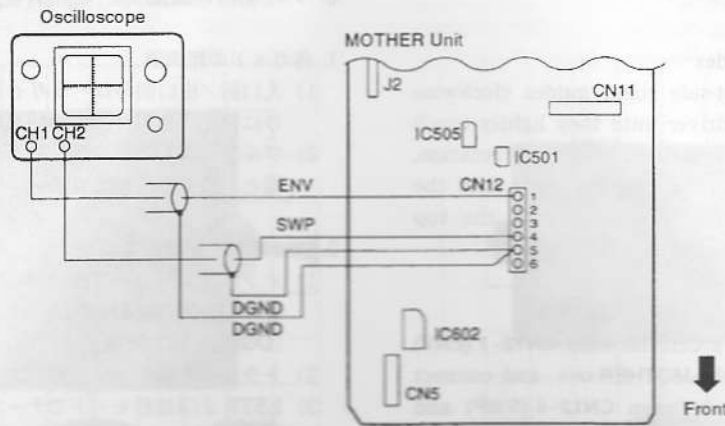

Fig. 4-4
1. Connect the oscilloscope's CH1 between CN12-1 (ENV) and CN12-5 (DGND) on the MOTHER unit, and connect the oscilloscope's CH2 between CN12-4 (SWP) and CN12-5 (DGND). (Refer to Fig. 4-4)
1. オシロスコープのCH1をMOTHER UNITのCN12-1(ENV)とCN12-5(DGND)間に、CH2をCN12-4(SWP)とCN12-5(DGND)間に接続する。(図4-4参照)
- 1) Connect the oscilloscope's CH1 between CN12-1 (ENV) and CN12-5 (DGND) on the MOTHER unit, and connect the oscilloscope's CH2 between CN12-4 (SWP) and CN12-5 (DGND). (Refer to Fig. 4-4)
- 1) オシロスコープのCH1をMOTHER UNITのCN12-1 (ENV)とCN12-5 (DGND)間に、CH2をCN12-4 (SWP)とCN12-5 (DGND)間に接続する。(図4-4参照)